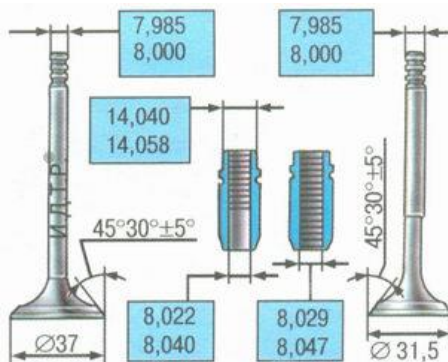

Рис. 1.39. Размеры клапанов и их направляющих втулок
18. Проверьте зазоры между направляющими втулками и клапанами. Зазор между направляющими втулками и клапанами вычисляют как разность между диаметром отверстия во втулке и диаметром стержня клапана (рис. 1.39).